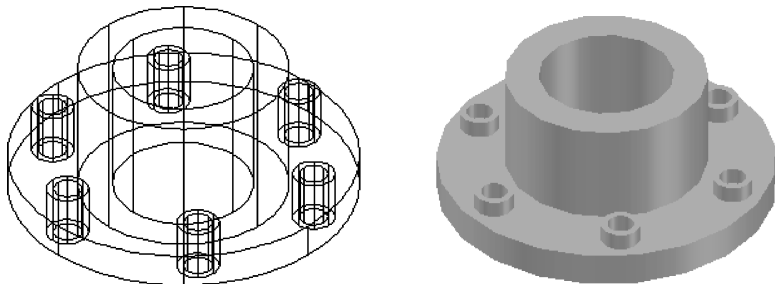

图 9-20 创建“法兰盘”模型
4) 在功能区单击“常用”选项卡→“实体编辑”面板→“差集”按钮，对生成的三维图形进行处理，将生成的半径为 20 的圆柱体从半径为 30 的圆柱体中减去，将生成的半径为 4 的圆柱体从半径为 5 的圆柱体中减去，结果如图 9-20 所示。